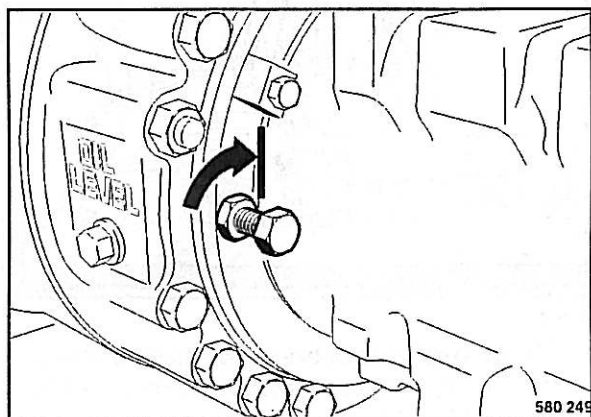

Fig. 62
- Enroscar los tornillos para soltar el freno (Fig. 62) otra vez hasta entrar en contacto con el pistón del freno.